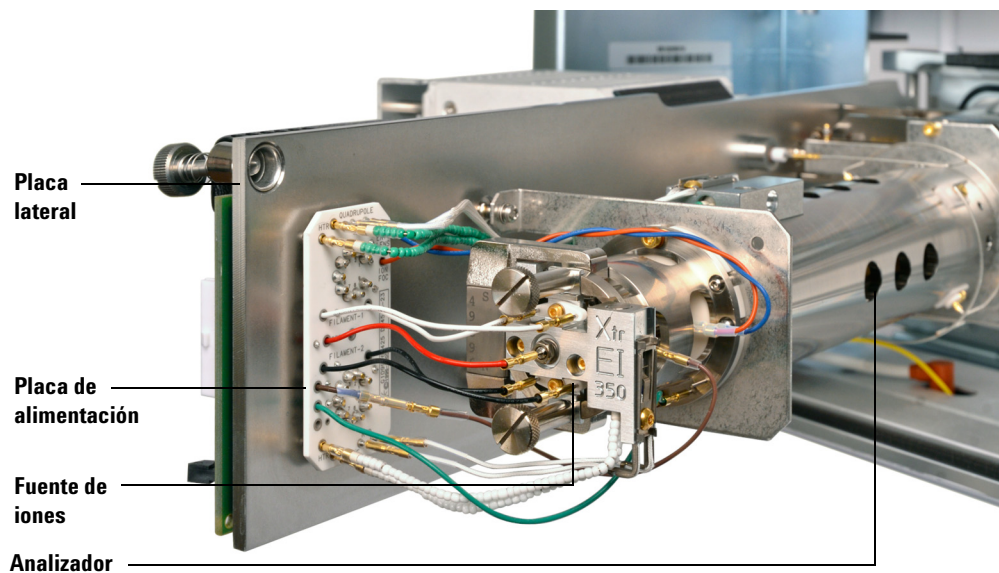

Figura 20 La cámara del analizador
- 3 Afloje los tornillos de ajuste manual de la placa lateral del analizador frontal (Figura 20) si están ajustados.